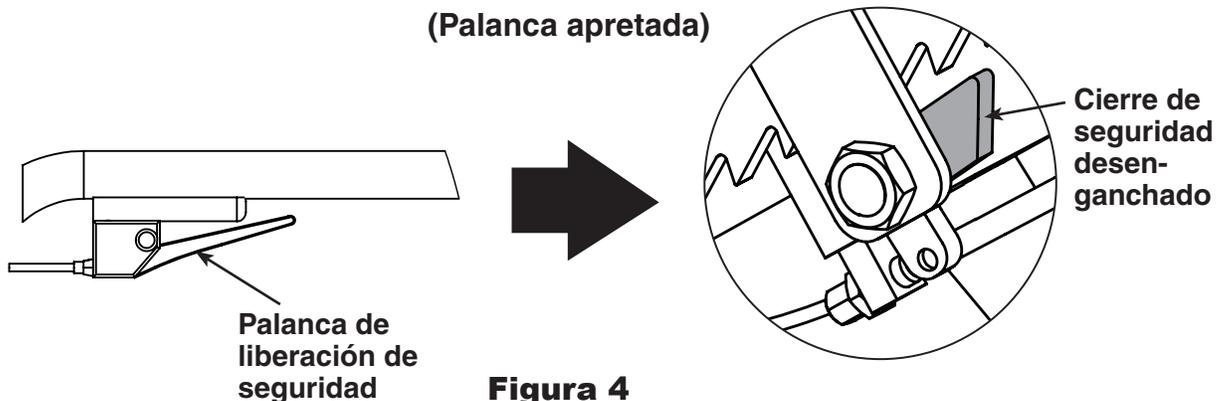

Figura 4
1. Gire los tornillos de presión completamente hacia adentro o hacia fuera para garantizar el funcionamiento adecuado de la inclinación de la plataforma. Consulte la Figura 4 de la sección “Ajuste correcto de la función de inclinación”.